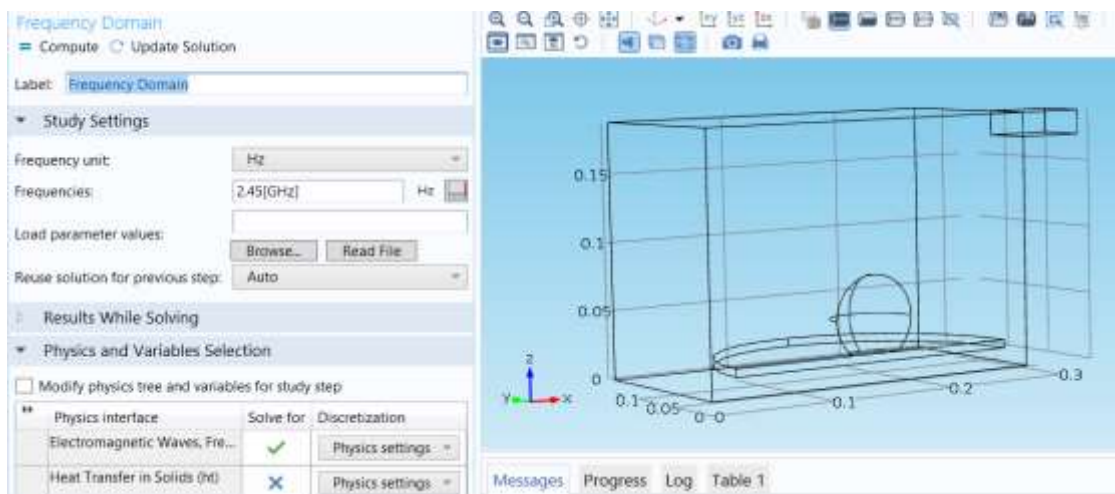

Рис. 6.28. Задание частоты анализа
7. В меню **3D plot group**, кликните **Plot**. График соответствует рис. 6.28.